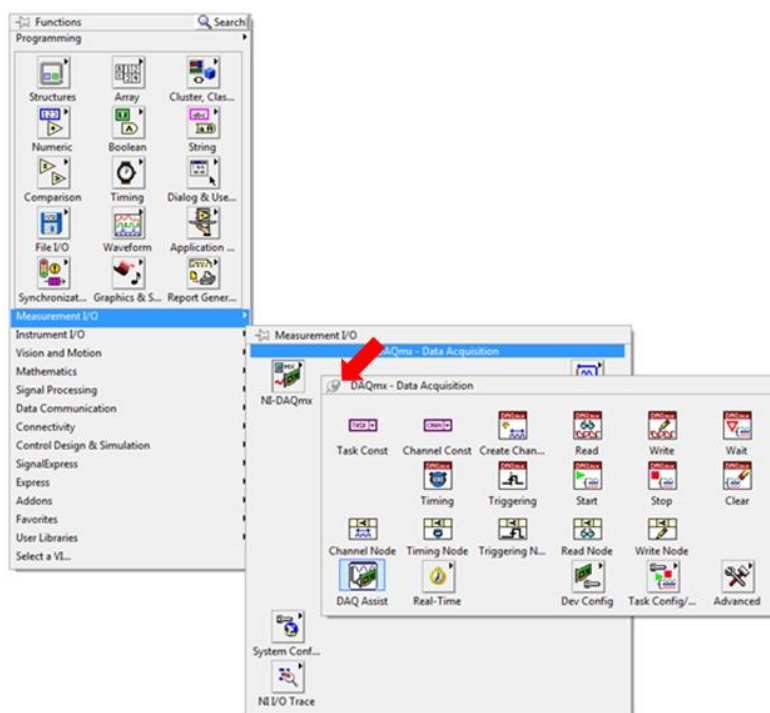

Figura 9. A paleta DAQmx inclui todos os VIs necessários para comunicação com seu chassi CompactDAQ.
20. Neste exercício, uma grande parte do código virá da paleta DAQmx. Para acessar essa paleta, clique com o botão direito em qualquer espaço em branco no diagrama de blocos e navegue até **Measurement I/O » NI-DAQmx**, conforme demonstrado na figura 9.
21. Clique na **tachinha** para deixar essa paleta visível (seta vermelha na figura 9).